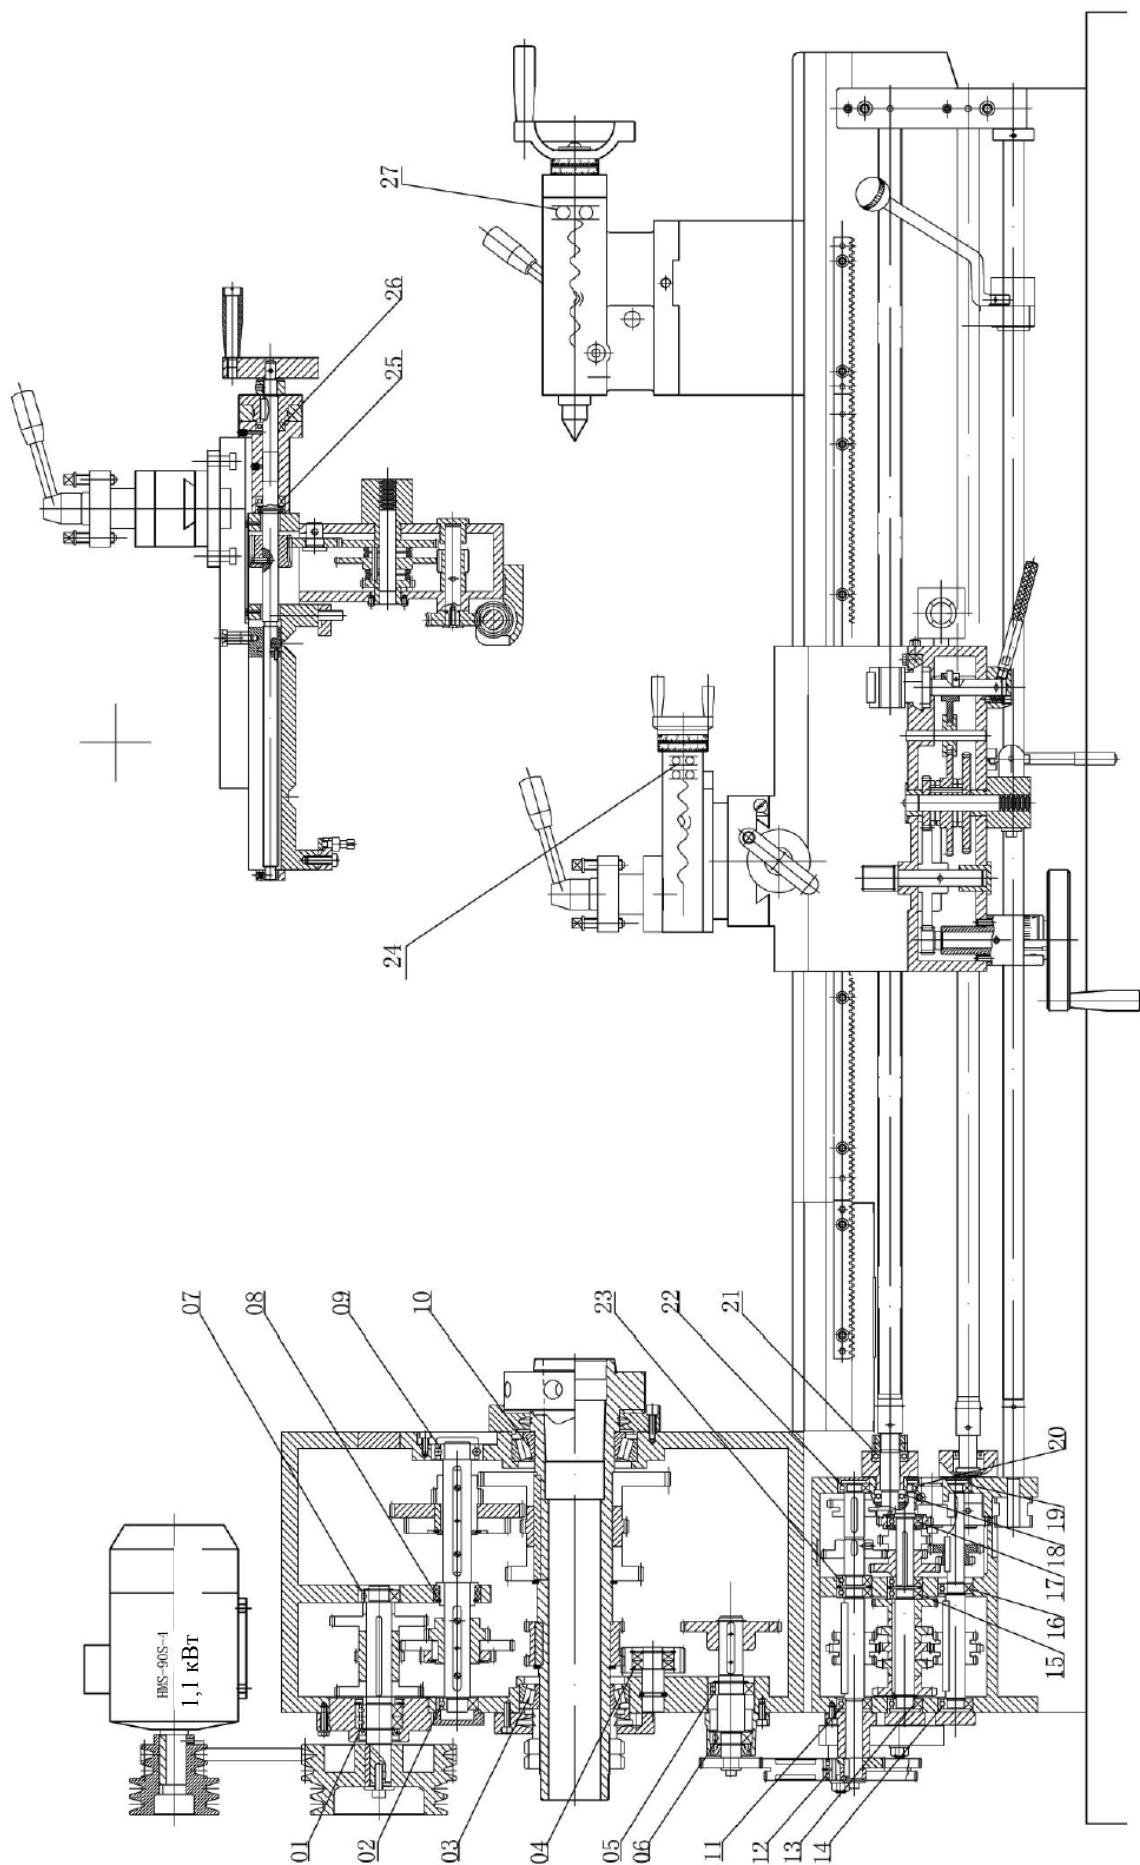

Рис. 5 Расположение подшипников
**Расположение и список подшипников – Рис. 5, таблица 2**
**РАСПОЛОЖЕНИЕ ПОДШИПНИКОВ****СПИСОК ПОДШИПНИКОВ (СМ. РИС. 5)****ТАБЛИЦА 2**